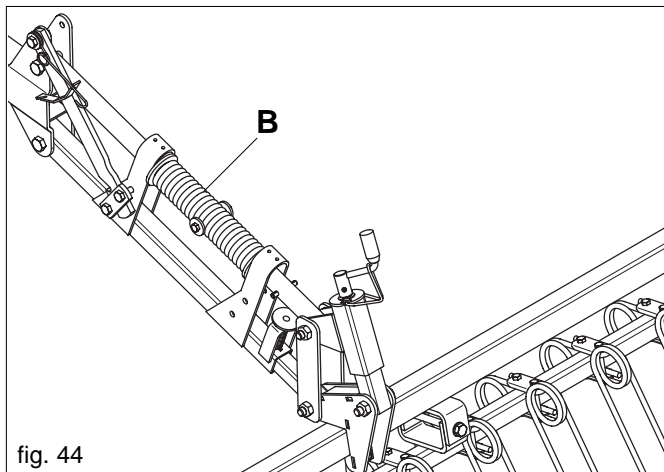

fig. 44
La presión de trabajo de los dientes de muelle de la grada cubresemillas se puede variar girando el muelle (B) situado en el brazo paralelo superior (Fig. 44).